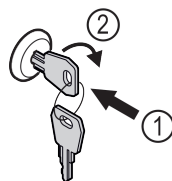

Fig. 172
- ▶ Įspauskite raktą Fig. 172 (1).
- ▶ Pasukite raktą 90° pagal laikrodžio rodyklę Fig. 172 (2).